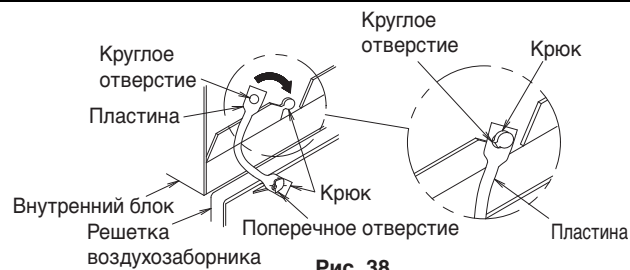

Рис. 38
- При установке решетки воздухозаборника навесьте трос решетки воздухозаборника на подвешенную часть внутреннего блока, показанную на рис. 38.